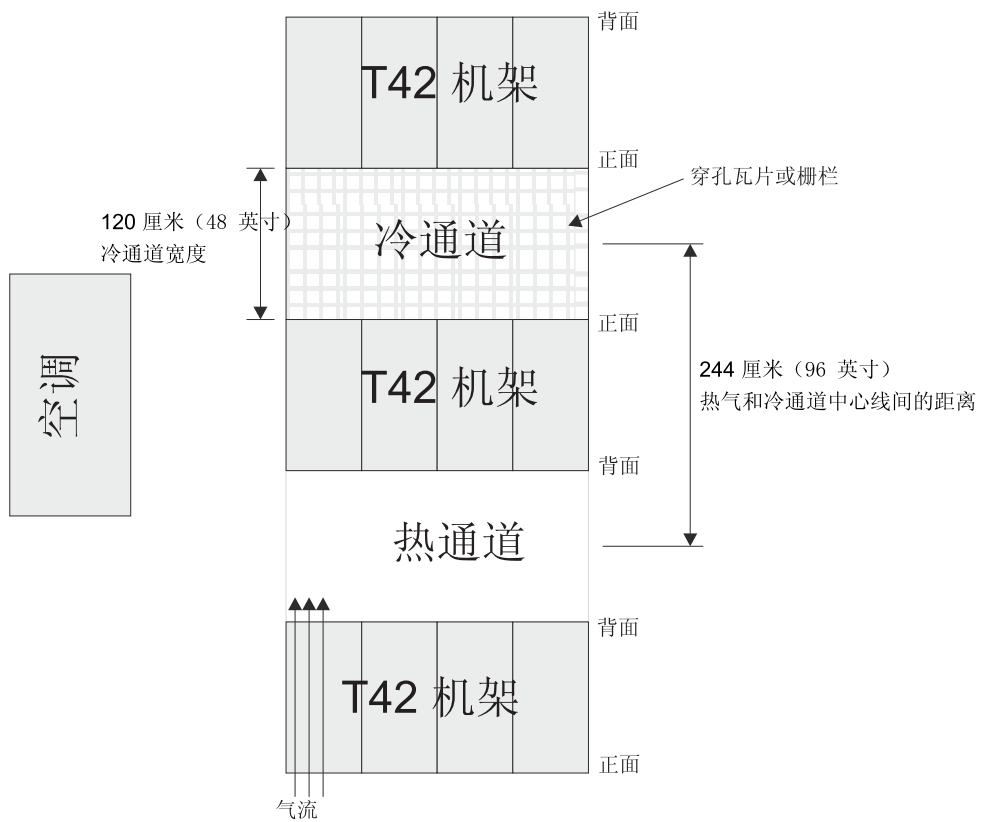

图 11. 冷通道/热通道机架配置示例
- 空气从机架正面进入，背面流出。为防止流出机架的空气进入其他设备的进风口，必须将机架隔行放置并且正面与正面相对、背面与背面相对。这种布局称为“冷通道/热通道”，如第 16 页的图 11 所示。
- 正面相对或背面相对的每行机架之间的冷通道必须至少留有 122 厘米（48 英寸）的间隔（请参阅第 16 页的图 11）。